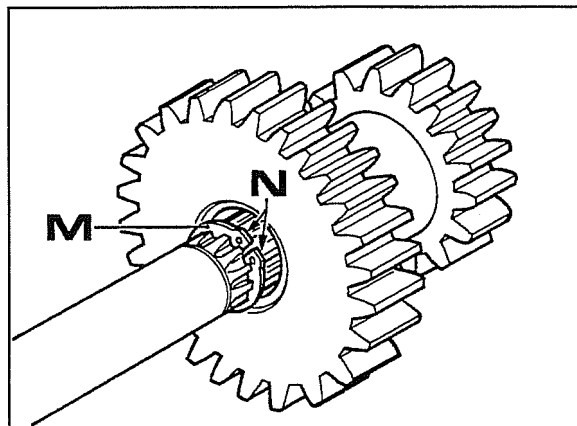

Fig. 6
- O anel elástico Seeger **M** fig. 6, inevitavelmente danificado na fase de extração do eixo da tomada de força, deve ser substituído prestando atenção para diminuir com um disco abrasivo as saliências **N** fig. 6, até ao nível dos furos de tomada. É necessário efectuar esta operação consentir a entrada do eixo na engrenagem dupla sem danificar o novo anel Seeger e os novos discos.